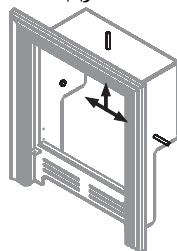

Рисунок 5. Топливный канал с дюбелями крепления
2. Установить топливный канал в проем со стороны предбанника. Топливный канал закрепляется изнутри тремя анкерными болтами М8×60 к стене (см. рисунок 5).